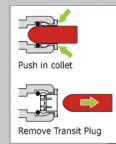

Fig. 1
- Retirez tous les bouchons de transport à l'arrière de l'unité (Fig. 1).